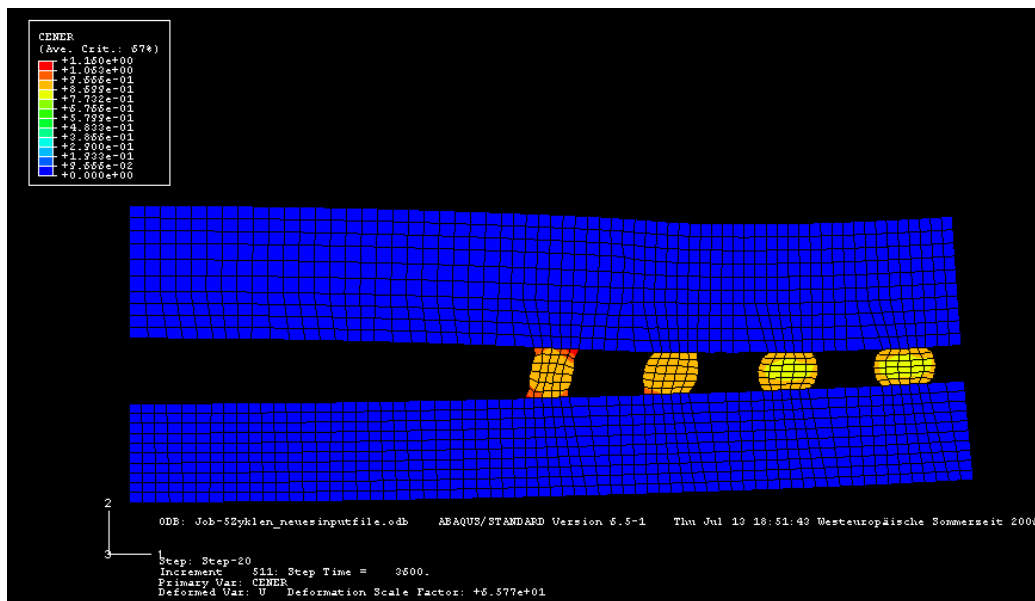

Abbildung 9: Das Modell nach dem Durchlauf der Zyklen
3. Die optisch interessanten Darstellungsformen können mit den Button **Plot Deformed Shape**  und **Plot Contours**  aus der Werkzeugpalette aufgerufen werden. **Plot Deformed Shape** zeigt das l als Netz an, wie es im Modul **Mesh** erstellt wurde, bzw. wie sich dieses Netz verformt. Mit **Plot Contours** wird der Betrag einer physikalischen Größe farbig dargestellt, wie Sie z. B. für **CENER**, die Kriechenergiedichte, in der obigen Abbildung 9 sehen können.